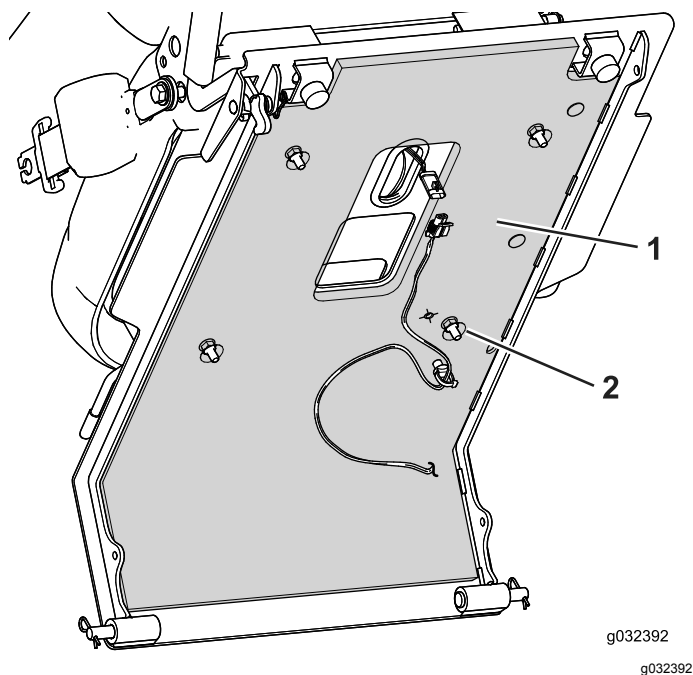

Figure 6
5. Retirez la pellicule protectrice et appliquez l'écran thermique sur le fond de la plate-forme du siège (Figure 6).